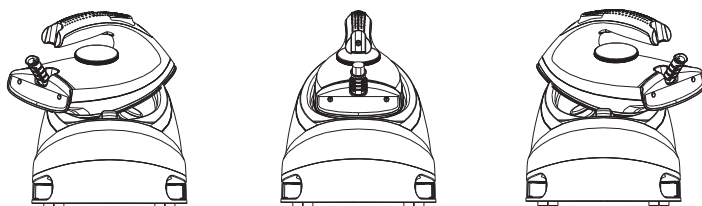

Fig.3
Lorsque le fer à repasser est posé sur la plateforme repose-fer isolée, il doit être placé correctement (Voyez Fig.3).
2. Placez correctement le fer à repasser sur le support d'isolation thermique de la base de l'appareil (voir Fig.3).
3. Placez correctement le fer à repasser sur le support d'isolation thermique de la base de l'appareil (voir Fig.3).